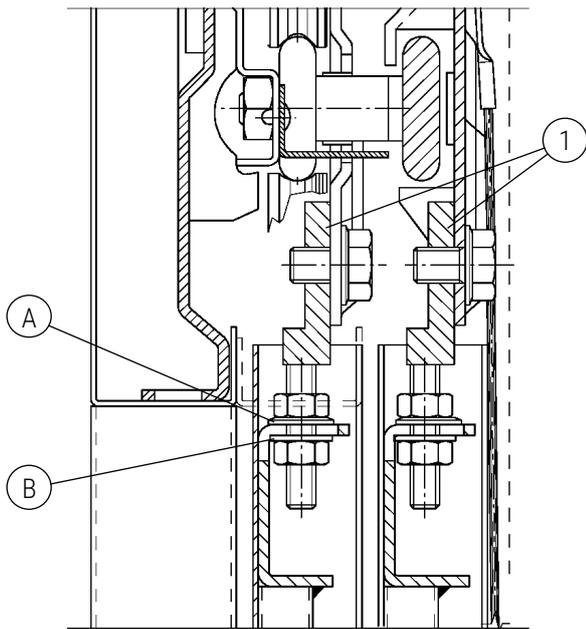

Abb. 3
Typ 11/R-L Standard - nicht verkleidet: Positionieren Sie die Bolzen zur Türblattaufhängung (1) wie in Abb.3 dargestellt.
Untere Türblattführung von der Öffnungsseite gemäß Darstellung befestigen (Abb. 3), damit auch bei Druck auf die geöffnete Tür in Öffnungsrichtung eine ausreichende Führung im Schwellenprofil gewährleistet ist.